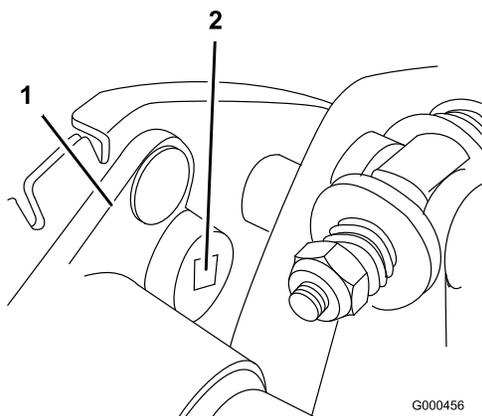

图39
B. 使用 9.53mm 传动扭矩扳手, 以 4~4.5Nm 的扭矩旋转轴承座, 设定皮带张紧力 (图39)